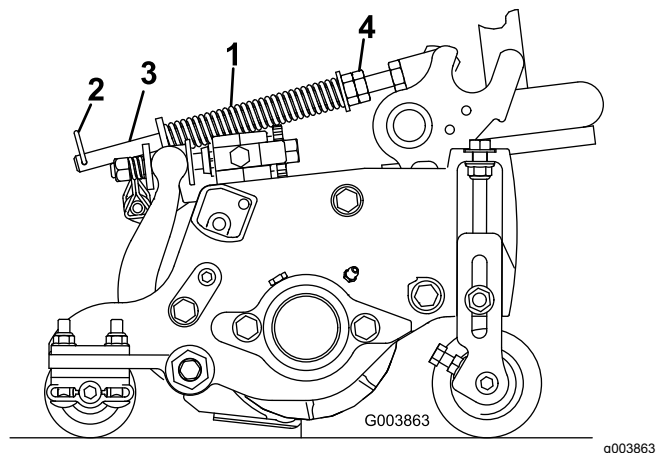

Figura 15
2. Serrate i dadi esagonali sulla parte anteriore dell'asta della molla fino a ridurre la lunghezza compressa della molla a 12,7 cm sugli apparati di taglio da 12,7 cm del Reelmaster 5410, oppure a 15,9 cm sugli apparati da 17,8 cm del Reelmaster 5510 (Figura 15).
La molla di compensazione del manto erboso (Figura 15) trasferisce il peso dal cilindro anteriore al cilindro posteriore, per contribuire a ridurre l'ondulazione del manto erboso, detta anche fluttuazione o bobbing.
1. Verificate che la coppiglia sia montata nel foro posteriore dell'asta della molla (Figura 15).